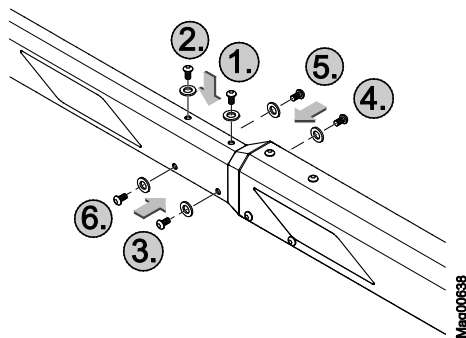

Abb. 27: Kleines Baumprofil montieren
3. Schrauben gemäß vorgegebener Reihenfolge (siehe Abb. 27) festziehen.